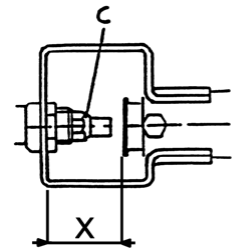

Fig. 3
4.2 Einstellung der Primärluft (Fig. 3)